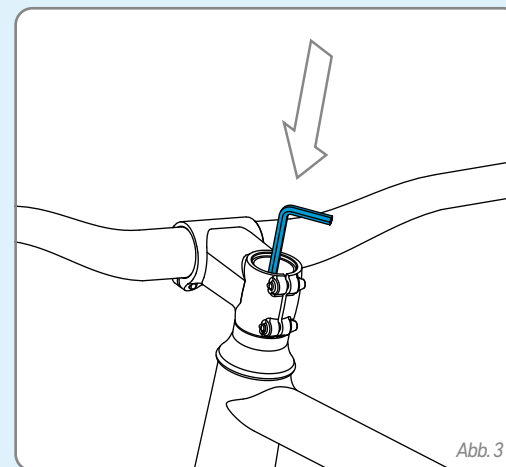

Abb. 3
5. Positioniere die Positionsnase vom Bajonettring zwischen dem Klemmspalt des Vorbaus (Abb. 3).